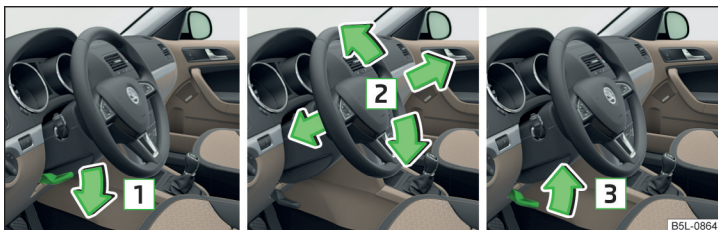

Fig. 3 Ajuste la posición del volante
- Gire la palanca de seguridad debajo del volante en la dirección de la flecha **1** » fig. 3.